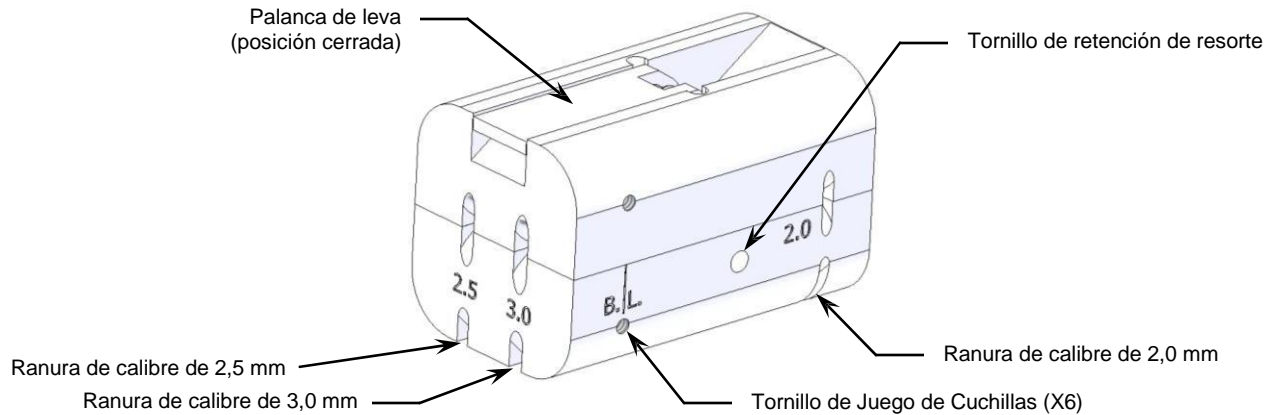

Figura 1
1. Utilizando las ranuras de los indicadores incorporadas, determine el tamaño del tubo buffer que se va a cortar. (Figura 1)